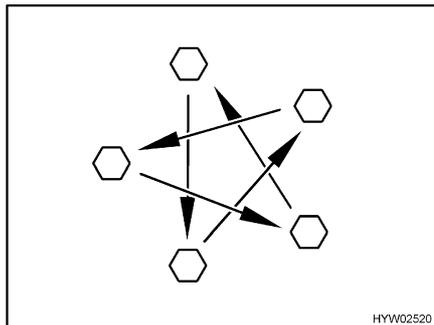

Bild 111 Radmuttern oder Radschrauben über Kreuz anziehen
- Radmuttern oder Radschrauben regelmäßig auf festen Sitz prüfen. Radmuttern oder Radschrauben eines ausgewechselten Rades nach 50 km über Kreuz nachziehen (Bild 111).